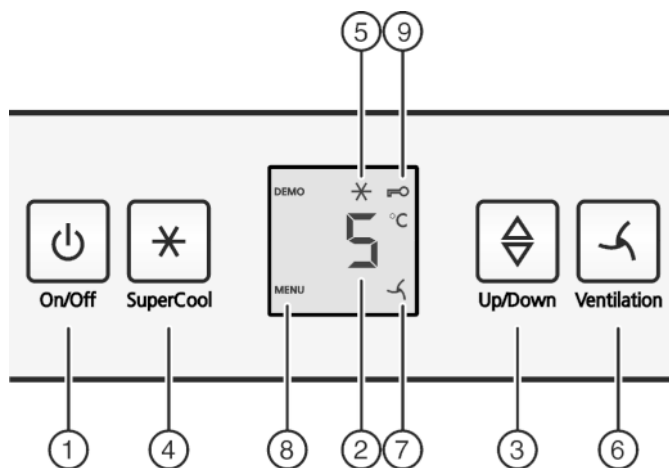

Fig. 3
- ▶ Aan/uit-toets Fig. 3 (1) indrukken.
- ▶ Toets SuperCool Fig. 3 (4) ca. 5 seconden indrukken.
- ▷ Op de display wordt het symbool Menu Fig. 3 (8) weergegeven.
- ▶ Met de toets SuperCool Fig. 3 (4) kort bevestigen.
- ▷ Het symbool Kinderbeveiliging Fig. 3 (9) op de display gaat branden.
- ▶ De toets On/Off Fig. 3 (1) kort indrukken.
- ▶ Temperatuurfunctie oproepen: Druk de insteltoets Fig. 3 (3) in.
- ▶ Temperatuur in 1 °C stappen wijzigen: Druk de insteltoets Fig. 3 (3) net zo vaak in, totdat de gewenste temperatuur op het temperatuurdisplay oplicht.
- ▶ Toets SuperCool Fig. 3 (4) kort indrukken.
- ▷ Het symbool SuperCool Fig. 3 (5) is verlicht in de display.
- ▷ Het symbool SuperCool Fig. 3 (5) in de display gaat uit.
- ▶ Druk kort op de toets Ventilatie Fig. 3 (6).
- ▷ Het symbool Ventilatie Fig. 3 (7) brandt.
- ▷ Het symbool Ventilatie Fig. 3 (7) gaat uit.